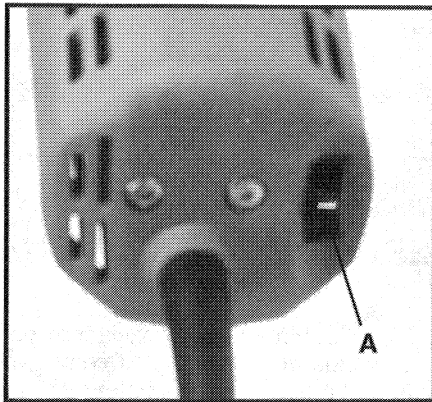

Fig. 2
La velocidad se ajusta girando la rueda de accionamiento con el pulgar (A), Fig. 2. La posición No. 1 de dicha rueda proporciona la velocidad de funcionamiento más lenta (275 RPM) y la posición No. 6 la más rápida (900 RPM). La velocidad puede cambiarse mientras el motor está en marcha o mientras está parado.